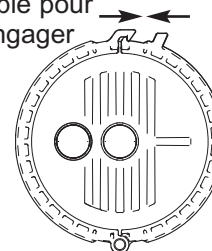

FIG. 15
9. Glissez le couvercle sur les orifices de la cartouche de remplacement jusqu'à ce qu'il repose à plat sur le dessus du carter, puis verrouillez l'attache sur le couvercle en pinçant les loquets jusqu'à ce qu'ils s'enclenchent (tel qu'illustré à la figure 15). Il faut que la cartouche et le carter soient correctement appuyés et alignés pour que l'attache s'enclenche.